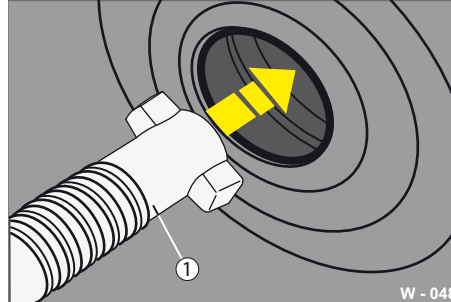

Abb. 55 „Schlüsselloch“-Bohrung
- ▶ Stecken Sie die Löseschraube (Abb. 55/1) durch die Bohrung am Deckel hinten in die „Schlüsselloch“-Bohrung ein.